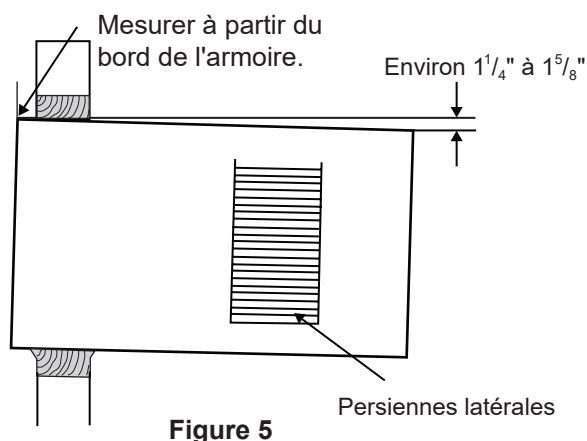

Figure 5
3. Positionnez l'armoire de manière à obtenir une pente adéquate pour l'évacuation de l'eau (voir Figure 5 ci-dessous).